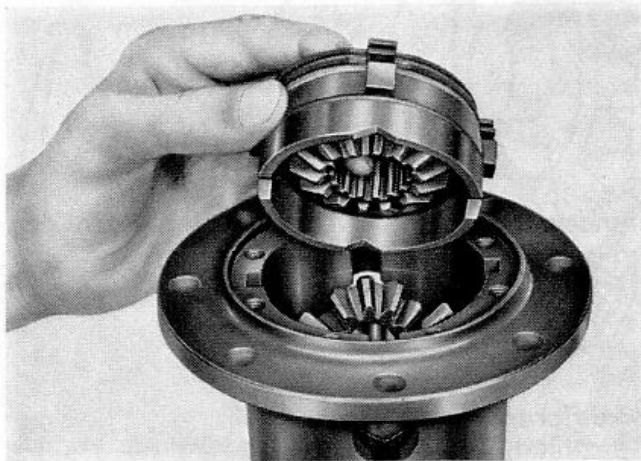

Abb. 2
2. Anlaufscheibe (3), äußere und innere Lamellen (5 und 6) sowie Druckring (7) und Achskegelrad (8) abnehmen (Abb. 2).